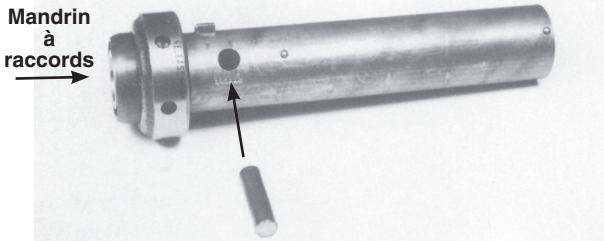

Figure 3 – Montage du mandrin à raccords sur l'adaptateur
- Introduisez la broche. La broche devrait être à fleur du manchon (Figure 3).